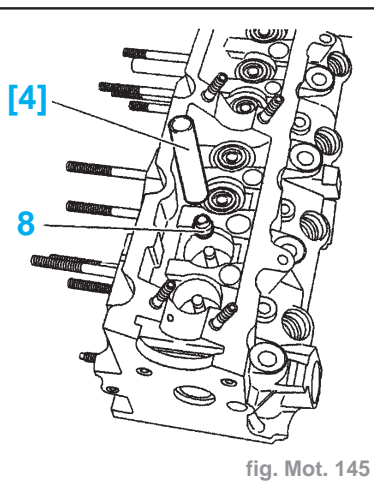

fig. Mot. 145
- Les joints de queue de soupapes (8) à l'aide de l'outil [4] (-). **0132-W** (fig. Mot. 145)